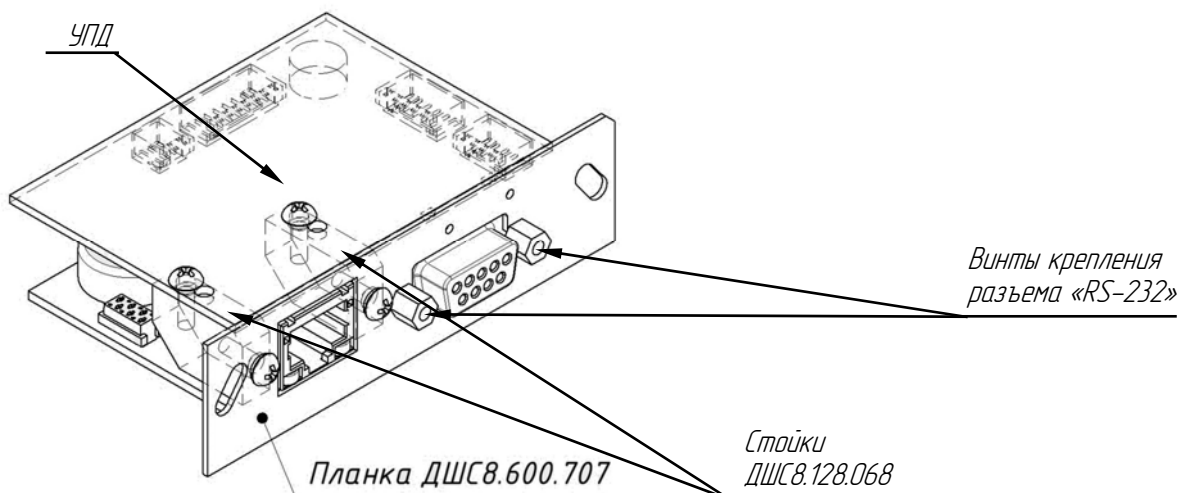

Рисунок 4.4 – Установка планки ДШС8.600.707 и УПД
- установить планку ДШС8.600.707 (см. рисунок 4.4);
- прикрутить планку винтами крепления разъема «RS-232» (см. рисунок 4.4);
- прикрутить стойки ДШС8.128.068 к планке винтами (см. рисунок 4.4), фиксируя УПД в отверстии планки для разъема «LAN»;